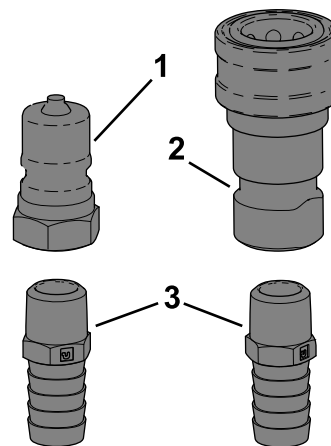

Figura 11
2. Avvitare il raccordo diritto sull'accoppiatore (Figura 11).